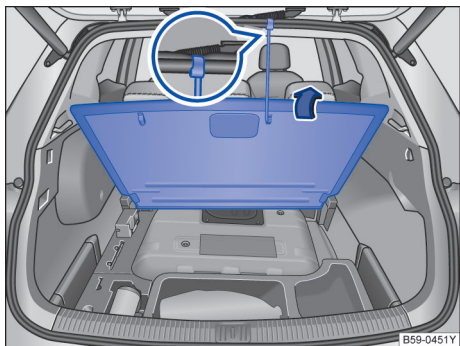

图 175 向上翻起行李厢地板
- 将行李厢地板挂钩挂在上面的卡凸→图 175（放大图）固定住为止。
- 打开时，用手抓住行李厢地板内的槽形拉手，将行李厢地板挂钩挂在上面的卡凸→图 175（放大图）固定住为止。